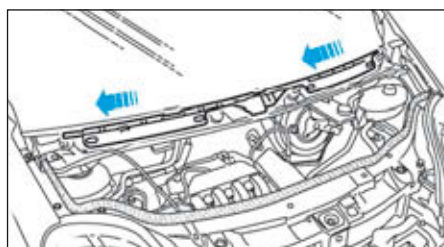

FIG.84
- Reposer le support de grille d'auvent dans le sens indiqué (Fig.84).